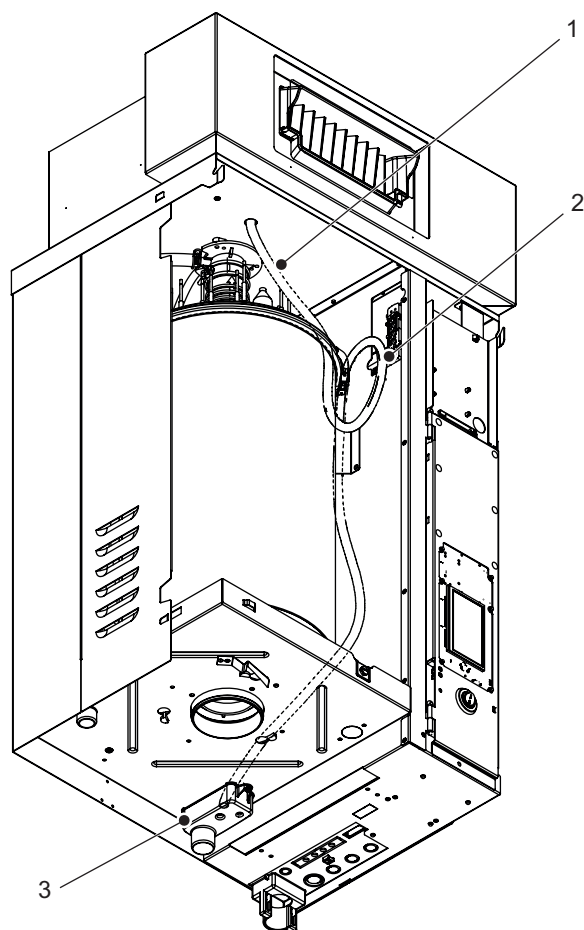

Figure 20 : Raccords de tuyaux de condensat sur l'humidificateur
- a. Raccorder le tuyau de condensat $\varnothing 8/12$ mm de diamètre (fourni) au point de raccord prévu à cet effet sur le collecteur de vidange de l'humidificateur. Fixer le tuyau de condensat avec le collier à ressort (fourni). Consulter la Figure 20.